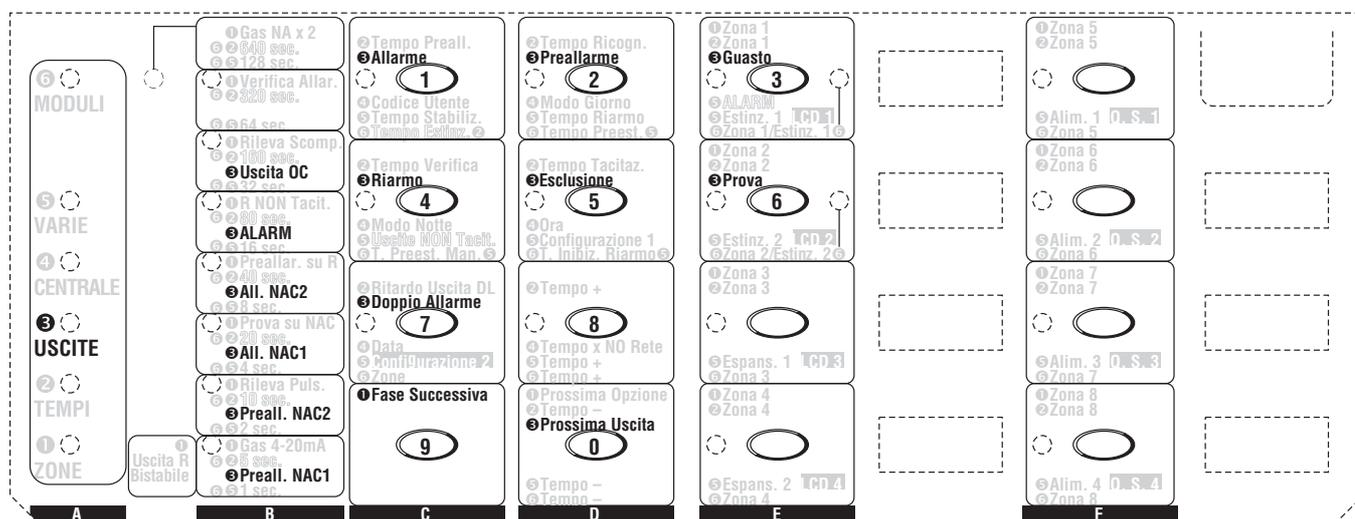

Figura 32 Programmazione uscite
La spia **USCITE** lampeggia per indicare che si stanno programmando le uscite: in questa fase il significato delle spie e dei pulsanti è quello indicato dalle scritte precedute dal numero ③, come mostrato in Figura 32.